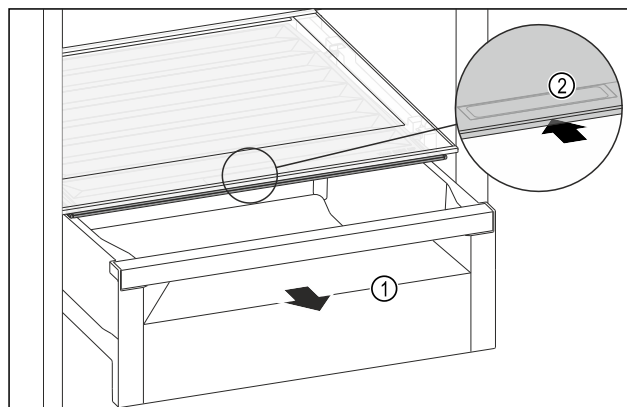

Fig. 74
- Tërhiqni jashtë sirtarin Fig. 74 (1).
- Kapni dorezën e futur Fig. 74 (2) në kapakun e ndarjes dhe në të njëjtën kohë shtyni për prapa kapakun e ndarjes.